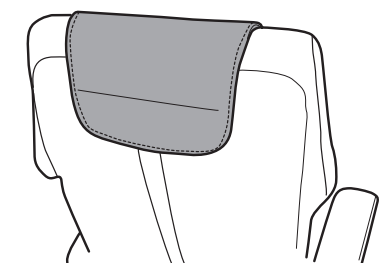

Fig.31
10. Coloque el cojín para el cuello a la altura deseada; un imán mantiene su posición (Fig.31).